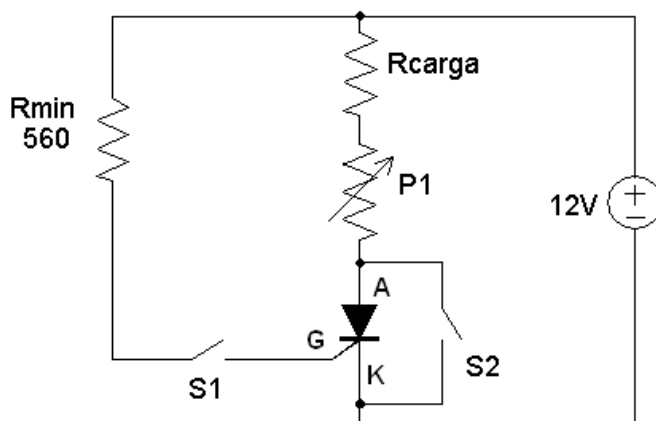

Figura 2 – Circuito para determinação da corrente de *latching* do SCR
6. Substitua a carga por um resistor de  $120\Omega$  em série com a década resistiva, conforme ilustra a Figura 2. Variando  $P_1$ , determine o valor aproximado da corrente de travamento  $I_L$  (corrente de *latching*), que é o valor mínimo de corrente de anodo que mantém o SCR disparado logo após cessada a corrente de *gate*. Utilize um voltímetro na carga para verificar o estado de condução ou de bloqueio do SCR.  $I_L \approx$  \_\_\_\_\_ A.
7. Ainda utilizando o circuito da Figura 2, determine o valor aproximado da corrente de manutenção do SCR utilizado, isto é, o valor mínimo da corrente de anodo que ainda mantém o SCR em condução (com  $I_G=0$ ). Dica: dispare o SCR utilizando em  $P_1$  o maior valor possível que ainda leva ao travamento. Uma vez em condução após retirada a corrente de *gate*, eleve  $P_1$  até ocorrer o bloqueio. A corrente de anodo obtida antes do bloqueio será aproximadamente igual a  $I_H \approx$  \_\_\_\_\_ A.